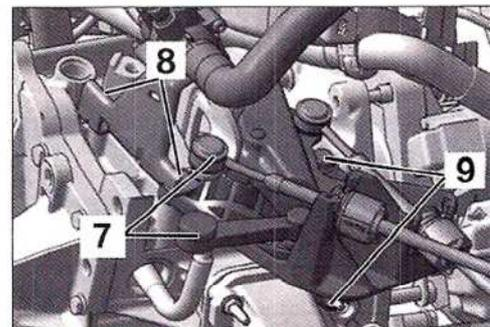

FIG. 3
- Separar el conjunto cableado y calculador (5).
- Con el útil [1], separar las bieletas de selección (7) (Fig.3).